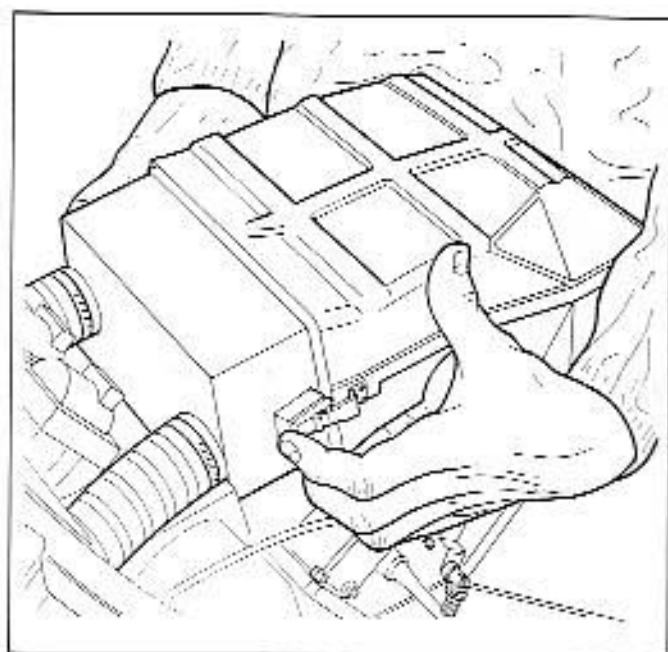

Fig. 1
- 2 - Den Anzug der seitlichen Haken des Filtergehäuses (Abb.1) lockern.